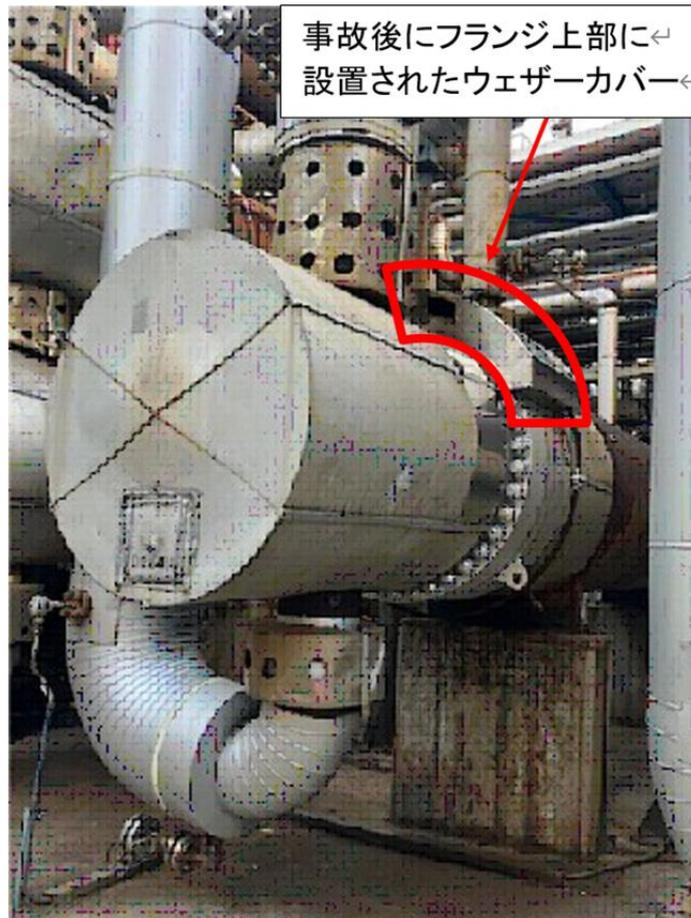

図2 熱交換器とフランジ(現状)
<p>事業所側で講じた対策(再発防止対策)</p> <p>漏えいは、過去に経験したことのない記録的な集中豪雨により生じたサーマルショックに起因するフランジの熱ひずみが原因であると判断したことから、以下の再発防止対策を実施した。</p> <p>① 集中豪雨時にも大量の雨水が当該フランジ上部へかからないよう、フランジ上部へのウェザーカバーを設置(図 2 参照)。</p> <p>② ガスケットを既設ものより急激な温度変化の影響を緩和できる仕様のものへ変更。</p>